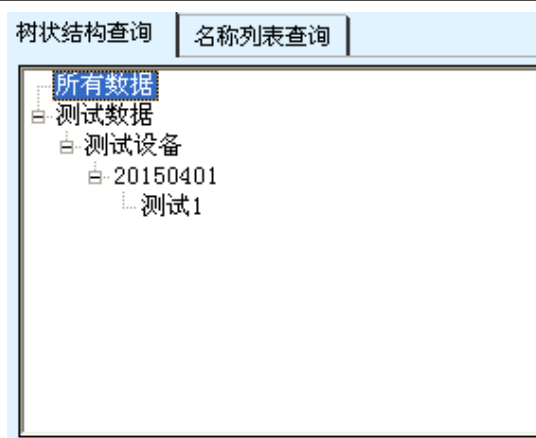

图 3-1-2
A. 树状结构查询方式操作界面如图3-1-2所示:
选定的测点信息在信息查询类别中显示，如图3-1-2中：选中企业名称：金马热注作业区，设备名称：主体泵，设备编号：701，那么信息查询类别中显示：金马热注作业区\主体泵\701。之后软件将根据这个信息自动列出库中所有合适的的数据。